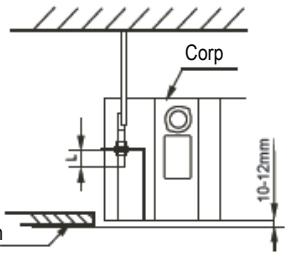

Fig.5-6
- Reglati pozitia pentru a va asigura ca intervalele dintre unitate si cele patru laturi ale plafonului sunt egale. Partea inferioara a unitatii trebuie sa intre in plafon aproximativ 10~12 mm. (*consultati fig. 5-6*)
- In general, L este jumata din lungimea surubului carligului de fixare. (*consultati fig. 5-6*)